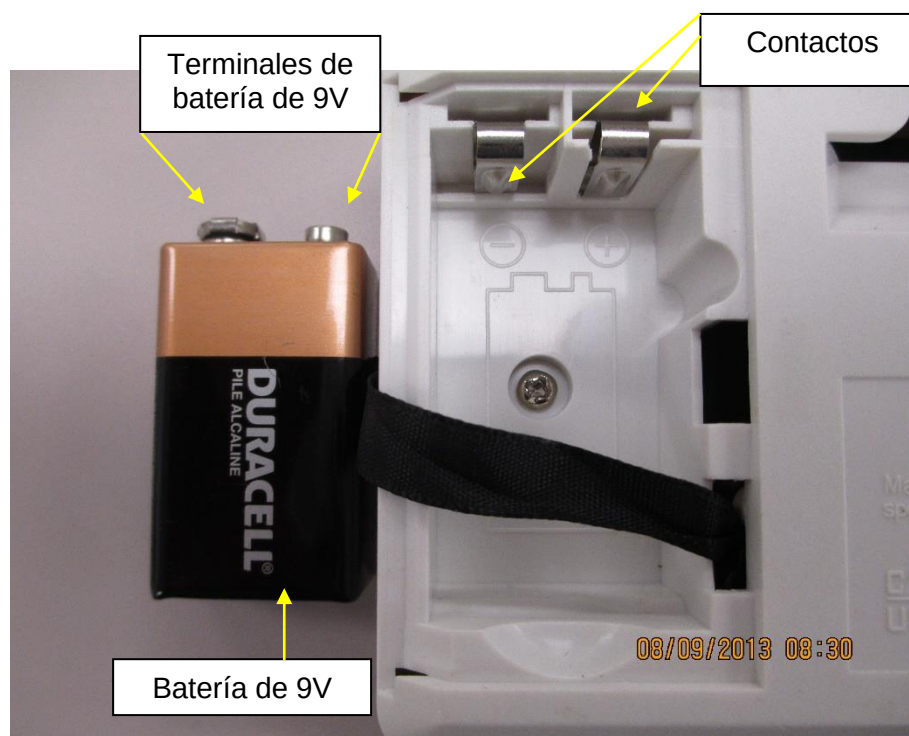

Figura 6
3. Reemplace o instale la batería (figura 6 en la página 13).